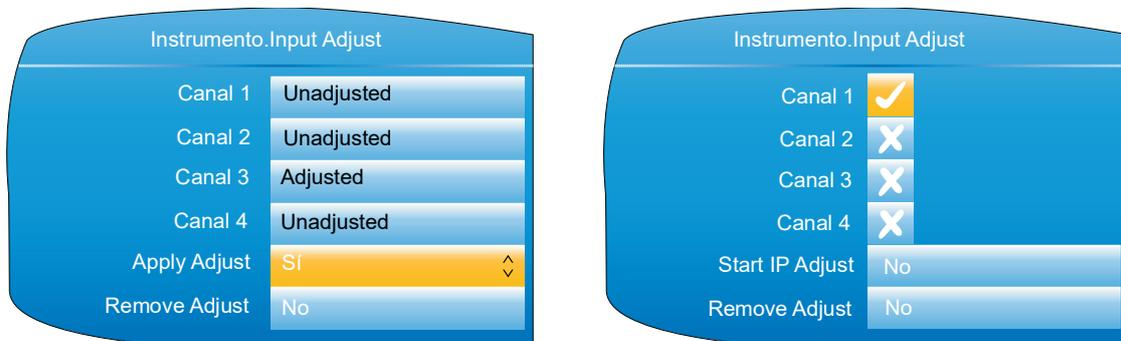

Figura 72 Procedimiento de ajuste de canal (1)
1. Resalte el campo «Apply Adjust» (Aplicar ajuste) y pulse la tecla desplazamiento para pasar al modo de edición como se muestra en Figura 72. Use la flecha hacia arriba o hacia abajo para seleccionar «Yes» (Sí). Use el botón de desplazamiento para cambiar la «cruz» de Channel 1 (Canal 1) por una «marca». Siga el mismo procedimiento para seleccionar otros canales que desee ajustar.